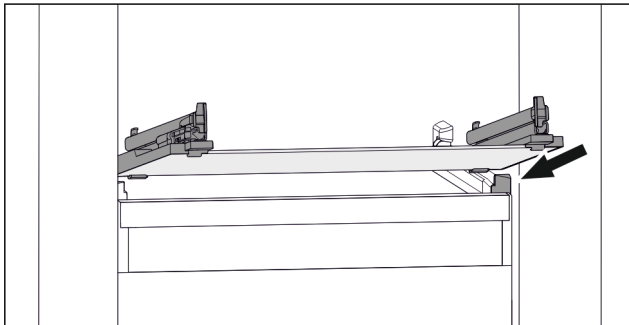

Fig. 99 Beispielhafte Darstellung der Glasplatte
- ▶ Glasplatte schräg hinter den Stopperrn aufsetzen. (zie Fig. 99)